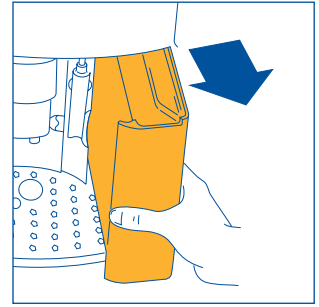

Fig. 1
- Sortez le réservoir d'eau (fig. 1), rincez-le et remplissez-le d'eau fraîche sans dépasser la ligne MAX. Quand vous sortez le réservoir, la buse à cappuccino doit toujours être positionnée vers le centre de la machine, autrement elle empêcherait l'extraction.